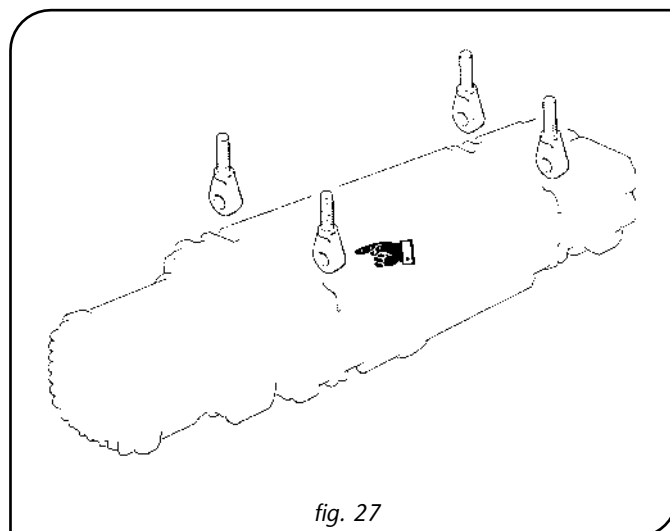

fig. 27
- version suspendue, avec raccordement des anneaux de levage sur les parties supérieures du palan (fig. 27).